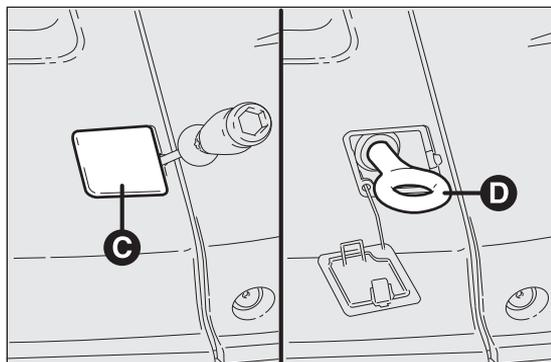

Abb. 223
- den mitgelieferten Schraubenzieher aus dem Fach entfernen und, indem man am angegebenen Punkt eine Hebewirkung ausübt, den Deckel C Abb. 223 anheben;
- Den Abschleppring D aus dem Fach nehmen und auf dem Gewindestift Abb. 223 einschrauben.